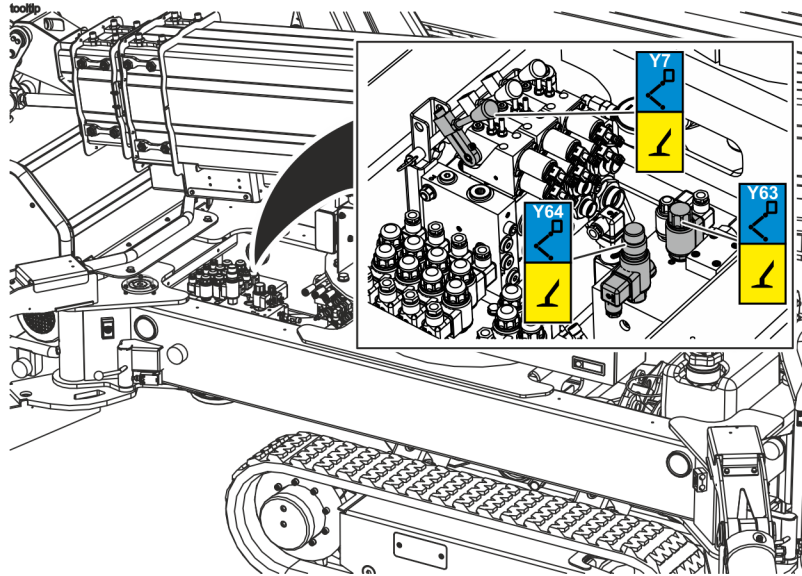

Abb. 173: Ventile
- 12.** Das Freigabeventil (Abb. 173/Y63) vollständig eindrehen.
- 13.** Das Druckbegrenzungsventil (Abb. 173/Y64) vollständig herausdrehen.
- Sicherstellen, dass für den Normalbetrieb die Ventile (Abb. 173/Y63, Y64 und Y7) in Grundstellung stehen.